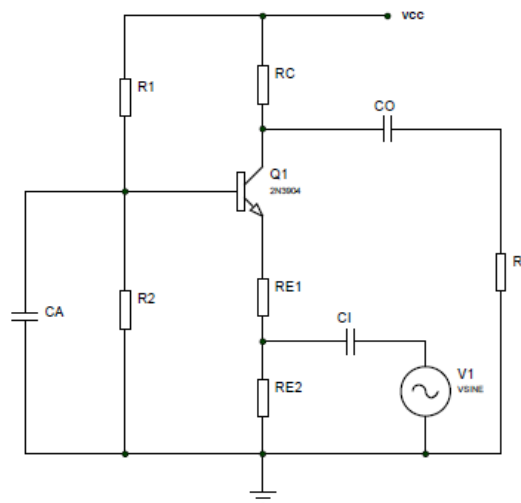

Figura 1. Amplificador BC con TBJ
1. Para el circuito de la Figura 1 determinar analíticamente (función de transferencia) la frecuencia de corte para el capacitor CA, CO y CI, incluir el diagrama de bode asintótico para cada función de transferencia.